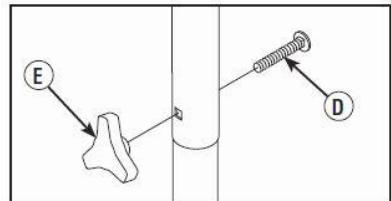

Fig. 2
- Inserte el pernos de cabeza redonda (D) del soporte a través de los orificios desde exterior la unidad y sujeté una pomos de plástico (E) desde el interior de la misma unidad. Apriete con la mano. (See Fig. 2)